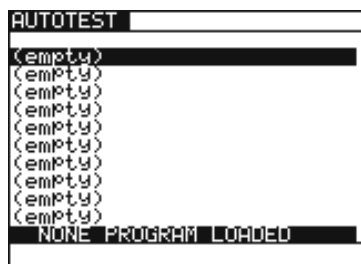

Fig. 45. Menú principal de la función Autotest (inicialmente ningún programa está cargado)
- ETAPA 3.** Poner el conmutador rotativo del instrumento en posición AUTOTEST. Aparece el pantalla de la fig. 45.